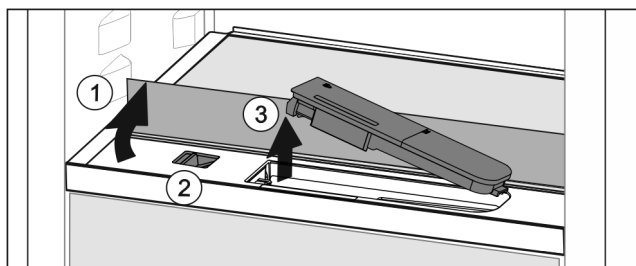

Fig. 150
- ▶ Skleněnou desku nadzvedněte a zaklapněte dozadu až na doraz Fig. 150 (1).
- ▶ Posuvník Fig. 150 (2) posuňte doleva.
- ▶ Vyjměte nádržku na vodu Fig. 150 (3).